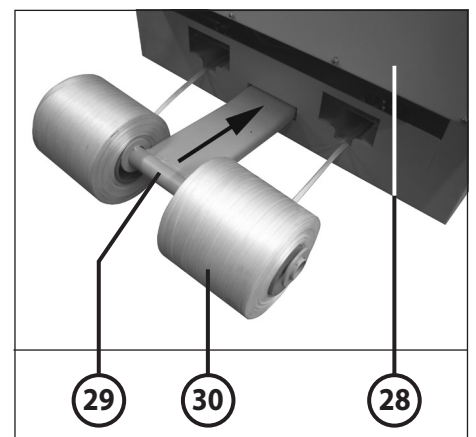

Abb. 10
- 28 = Schaltkasten (Abb. 10)
- 29 = Bandrollenhalter (Abb. 10 und 21)
- 30 = Bandrolle (Abb. 10 und 21)
MONTAGE DER BANDROLLEN (30) (Abb. 10):